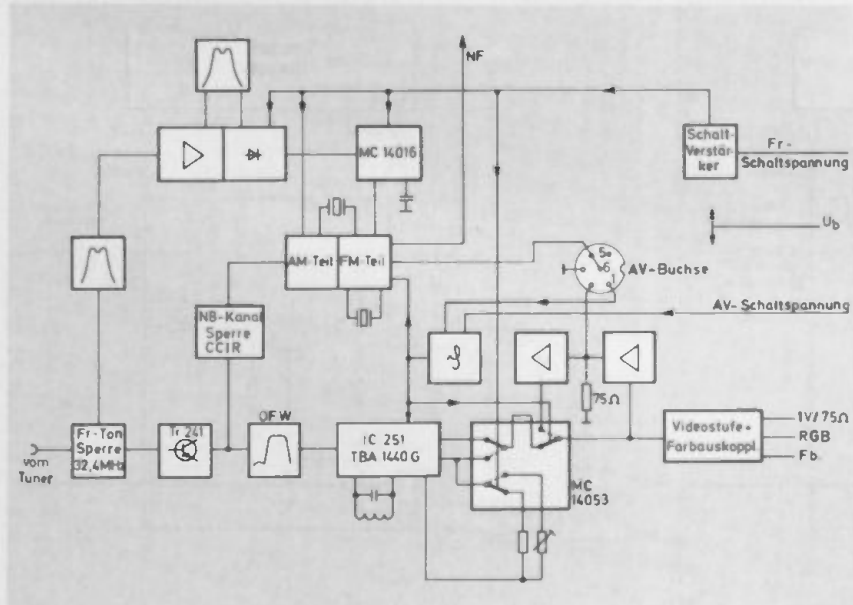

Bild 2 Blockschaltbild des ZF-Bausteines
**Schaltungsbeschreibung (Gesamt-schaltbild S. 331 / Blockschaltbild siehe Bild 2)**